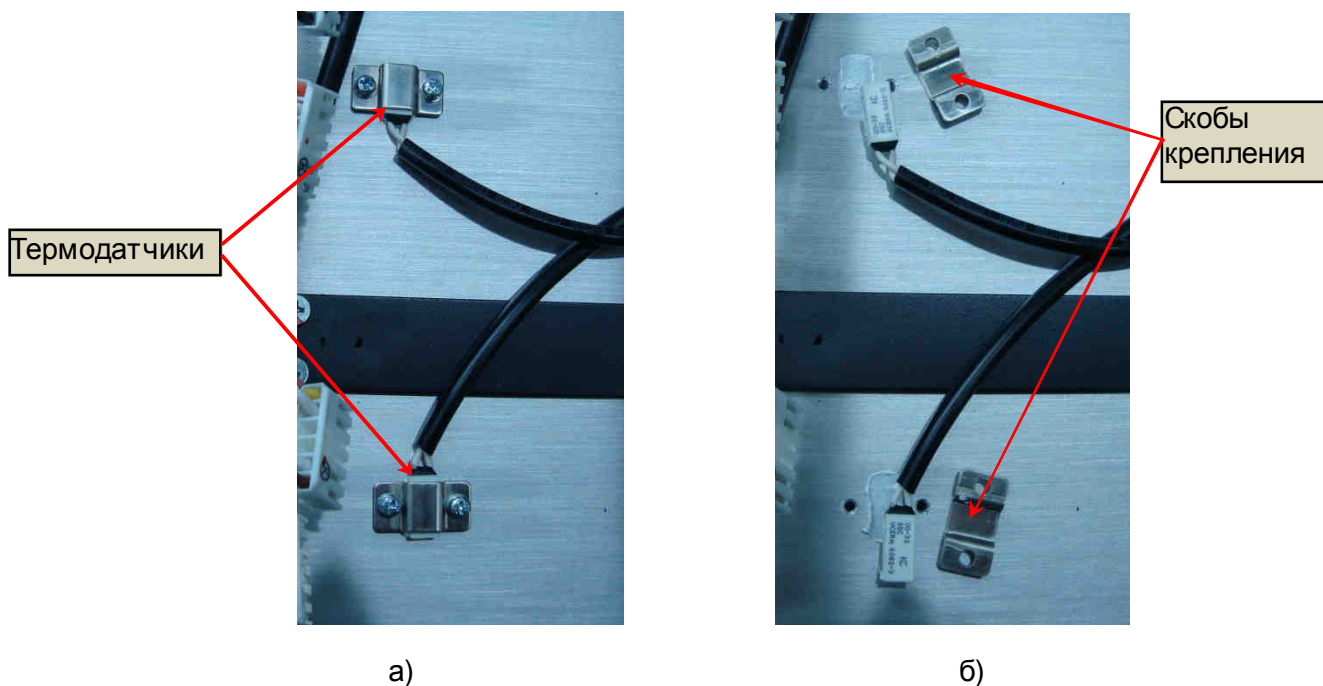

Рис. 6.35.
6.19.1. Выкрутить по 2 винта крепления каждого термодатчика к радиатору (рис. 6.35а). Демонтировать термодатчики вместе со скобами крепления (рис. 6.35б) и положить их в тару.